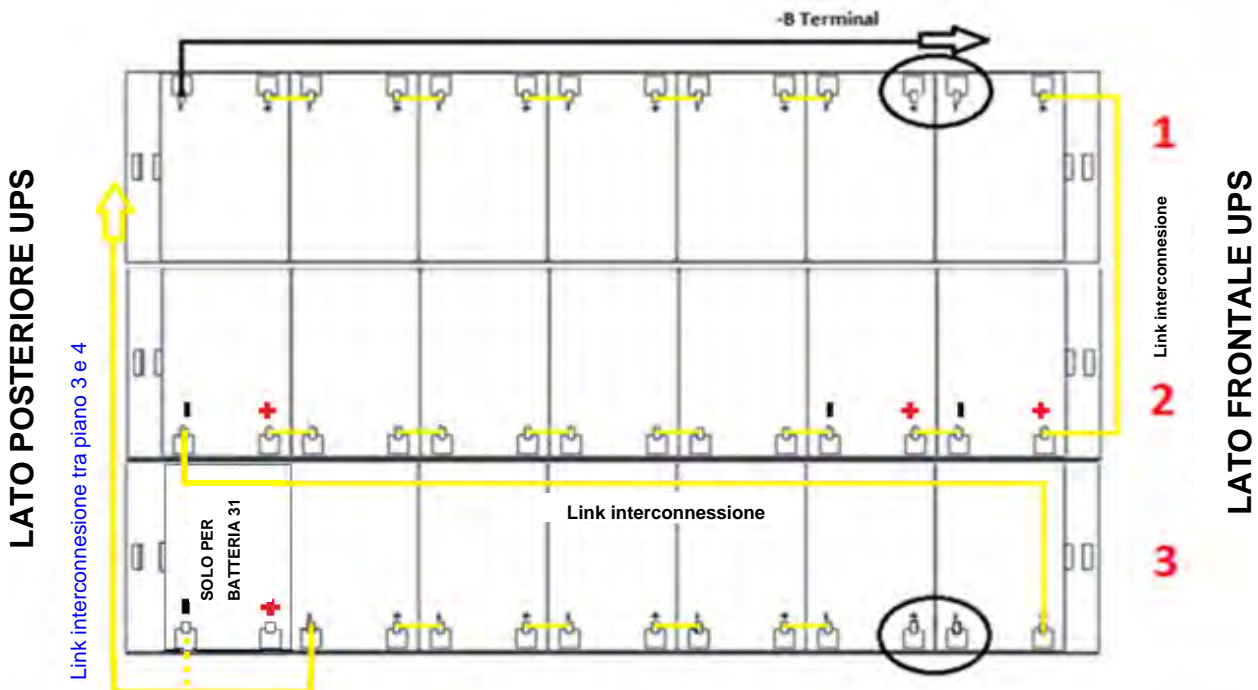

Figura 32 - Vista dall'alto Piano N°1 con connessioni batterie
6) Cablare il piano n°1 come indicato nella figura 32. **Lasciare scollegati i ponticelli cerchiati.**